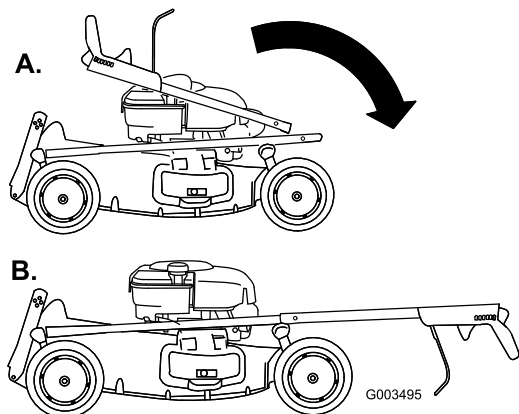

Figura 4
3. Inclinate in avanti con cautela la sezione superiore della stegola e appoggiatele le estremità sulla sezione inferiore, in modo che siano allineate, l'una all'interno dell'altra (Figura 4).